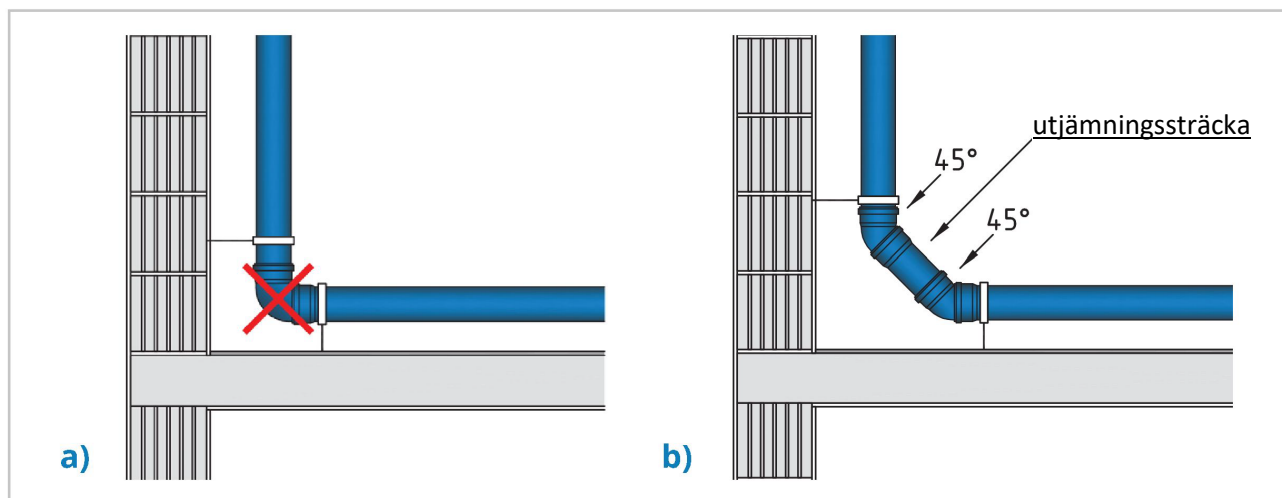

Fig. 2. Vertikal rördragning övergår i horisontell
- rör och rördelar i grupp I, bullernivå max 20 dB(A) bör användas,
- där avloppsstam övergår från vertikal till horisontell riktning ska övergången skapas med 2 böjar i max 45° var, med en stabiliserande utjämningssträcka, såsom det presenteras i Fig. 2,